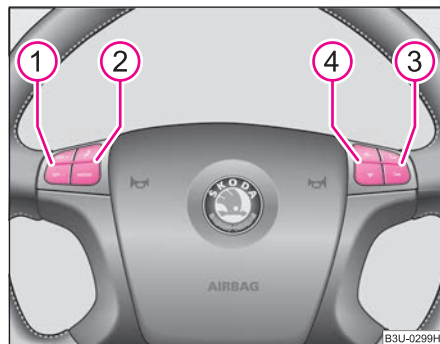

Fig. 128 Volante multifunción: Teclas de manejo
- El teléfono se maneja con las teclas ②, ③ y ④ ⇒ fig. 128.
- Pulsando la tecla ② a la posición **MODE** puede conmutar de servicio de radio al de teléfono (o viceversa).
- Pulsando brevemente la tecla ② a la posición  puede recibir o finalizar una llamada telefónica o seleccionar del directorio.
- Pulsando la tecla ② a la posición  durante más de 2 segundos puede rechazar una llamada telefónica.
- Pulsando la tecla ③ a las posiciones  o bien  se aumenta o se reduce el volumen acústico de la llamada telefónica.
- Pulsando brevemente la tecla ④ a la posición  o  puede hojear en la agenda de teléfonos por nombres.
- Pulsando prolongadamente la tecla ④ a las posiciones  o  puede hojear la agenda de teléfonos por orden alfabético hacia adelante (de A a Z) o hacia atrás (de Z a A).
Si Ud. conmuta a servicio de teléfono con la tecla **MODE** en el volante multifunción ⇒ fig. 128 y el teléfono no está en el adaptador, el display indicará **INSERT PHONE (COLOCAR TELÉFONO)**. Tras haber colocado el teléfono, en el display aparecerá **PHONE IN (TELÉFONO DENTRO)**.
Pulsando la tecla ④ a la posición  o  ⇒ fig. 128 puede hojear en los diferentes menús.